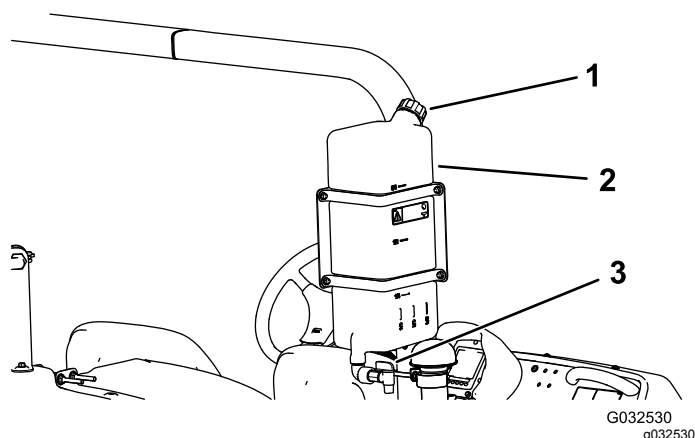

Рисунок 27
- Чтобы заполнить бак, отверните крышку в верхней части бака и залейте в него свежую воду, затем затяните крышку (Рисунок 27).
- Чтобы открыть кран бака свежей воды, поверните рычаг на кране (Рисунок 27).